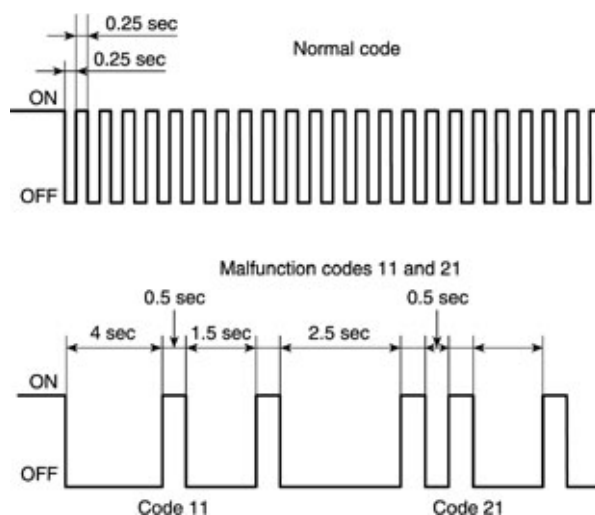

Рис. 11. Пример индикации «CC INDICATOR LIGHT» DTC 11 и 21
- прочитать DTC по индикации лампы «CC INDICATOR LIGHT» (пример отображения DTC 11 и 21 см. рис.11);